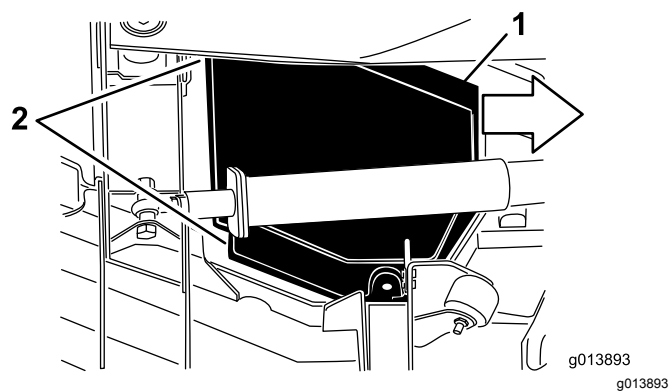

図 67
5. カバーを持ち上げながら、トラクションユニット側に約 2.5cm ほど引き出すと、外側カバーのエッジがデッキから外れる 図 67。